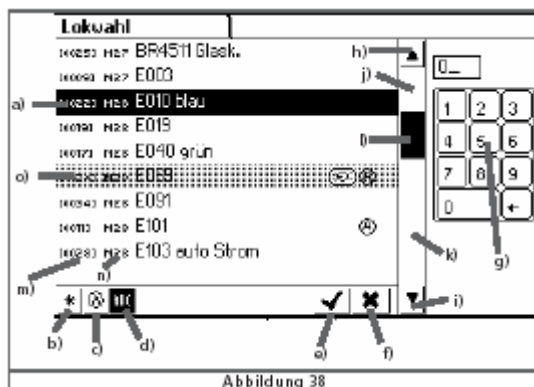

Abbildung 38
- d) Loclijst sorteren volgens naam (zo in afbeelding 38)